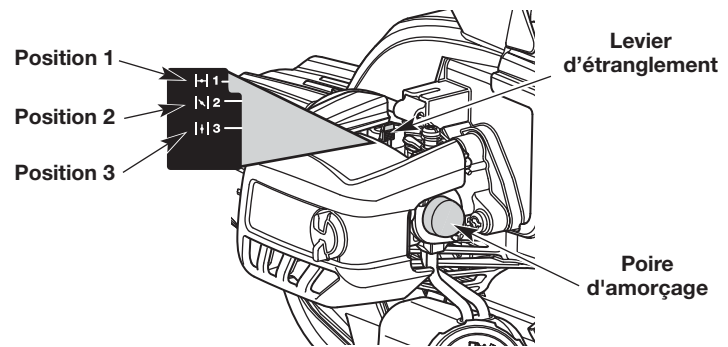

Fig. 5
3. Pressez et relâchez la poire d'amorçage à **10** reprises, lentement. Une certaine quantité de carburant devrait être visible dans la poire d'amorçage (Fig. 5). Si du carburant ne peut pas être vu dans l'ampoule, la presse et le dégagement l'ampoule jusqu'à ce que le carburant soit évident.
4. Mettez le levier d'étranglement en **Position 1** (Fig. 5).
7. **Gardez la manette des gaz enfoncée.** Mettez le levier d'étranglement en **Position 2** (Fig. 5).
10. **Gardez la manette des gaz enfoncée.** Mettez le levier d'étranglement en **Position 3** (Fig. 5).